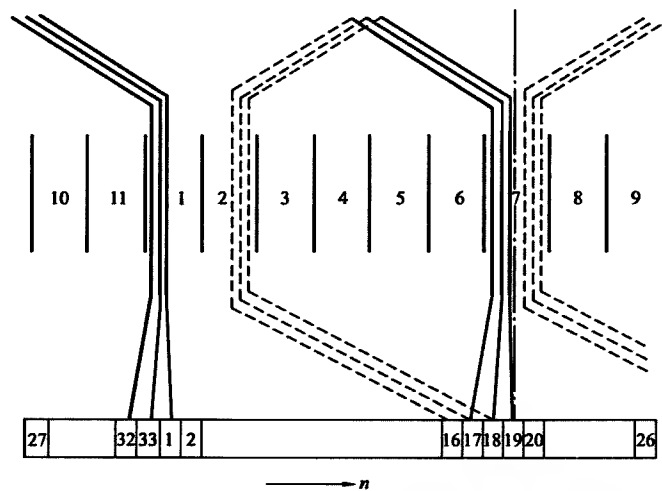

图 5-16 $\phi 71$ 冲片电动机转子绕组展开图 (2)
3. $\phi 71$ 冲片电动机转子绕组展开图 (2) (见图 5-16)